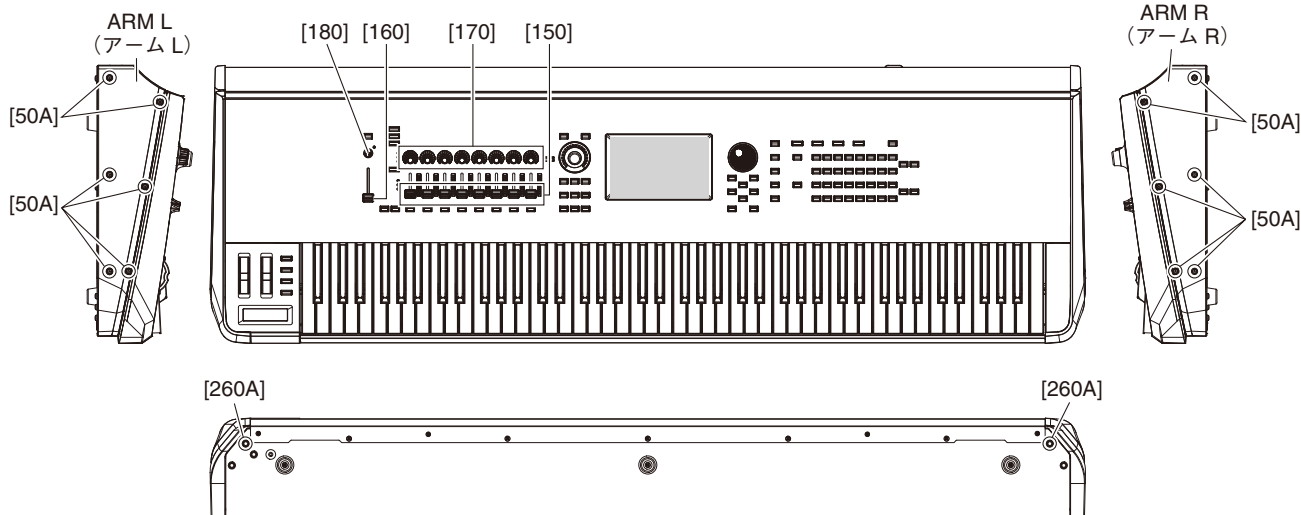

Fig. 2 (図 2)
1-1. Remove the six (6) screws marked [50A] with an allen key or hex screwdriver and the screw marked [260A]. The arm R can then be removed. (Fig. 2)
1-1. [50A] のネジ 6 本 (六角レンチまたは六角ドライバー使用) と [260A] のネジ 1 本を外して、アーム R を外します。(図 2)